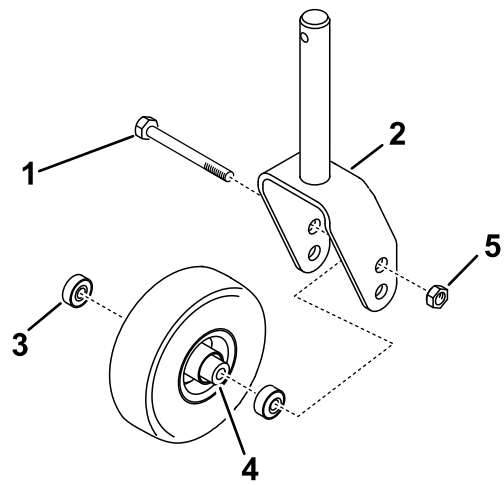

図 6
1. 図 6 のように、キャスタフォークにキャスタホイールを取り付ける。